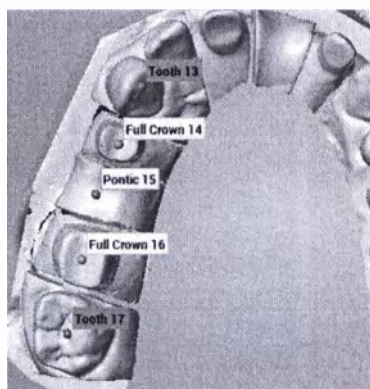

Рис.18 Определить зубы на скане
9. Всплывает «Инструмент назначения моделей» (Model assignment designer) для указания на скане зубов, для которых запрошена разработка протезов. Номера указываются рядом с курсором, щелкнуть на соответствующий зуб на скане дуги. Соседние элементы автоматически маркируются как «зубы» или «десна» (рисунок 18).